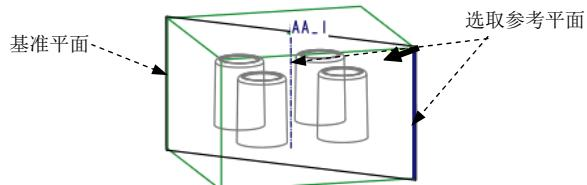

图 25.11 创建基准平面 ADTM1
Step1. 创建图 25.11 所示的基准平面 ADTM1。操作过程如下。
- (1) 单击 **模具** 功能选项卡 **基准** ▾ 区域中的“平面”按钮 .
- (2) 按住 Ctrl 键，选取图 25.11 所示的基准轴和坯料边线。
- (3) 在“基准平面”对话框中单击 **确定** 按钮。
Step5. 在“移动(复制)”操控板中选择^{轴线}选项，选取图25.11所示的轴线，在角度文本框中输入数值90，单击操控板中[✓]按钮。